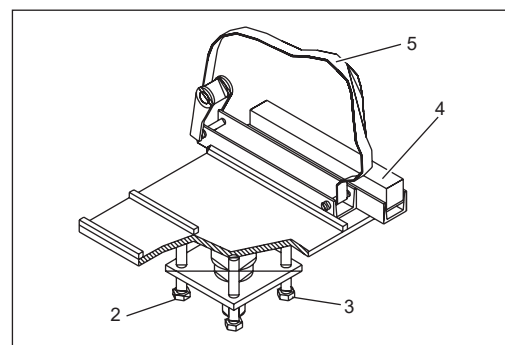

Abb. 6:
- Klemmschrauben der Schieber (Abb. 6/4) lösen
- Gehen Sie bei Neigung über die Diagonale schrittweise vor, erst Schraube (Abb. 6/2) lösen und dann Schraube (Abb. 6/3) nachstellen usw.